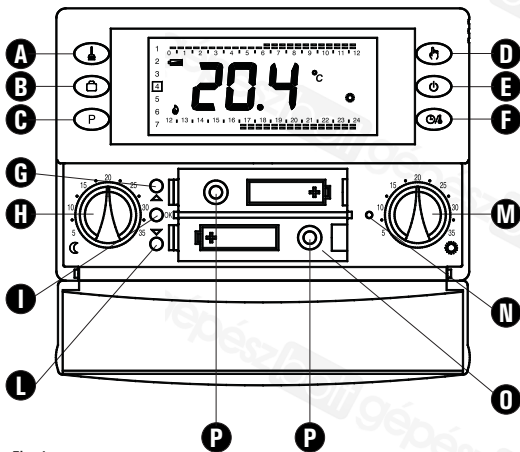

Fig. 1
- Inserire le batterie nel vano batterie (0 di Fig. 1); vedi paragrafo "INSERIMENTO/SOSTITUZIONE BATTERIE".
1. Aprire lo sportellino che dà accesso al vano pile (Fig. 1).